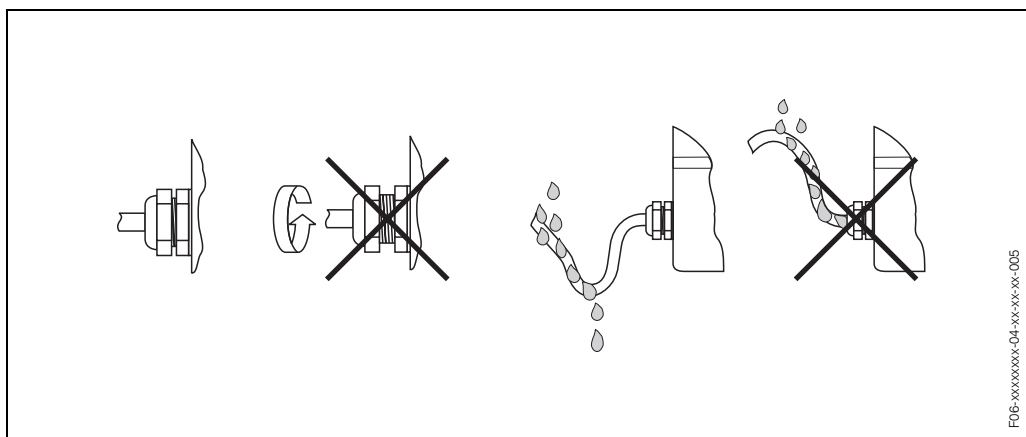

Fig. 28 : Conseils de montage pour les entrées de câble
- Bien serrer l'entrée de câble (Fig. 28).
- Le câble devant l'entrée de câble doit être posé en boucle ("siphon", Fig. 28). L'humidité éventuelle ne pourra ainsi pas pénétrer via la traversée. En outre, implanter l'appareil de mesure de manière à ce que les entrées de câble ne soient pas orientées vers le haut.